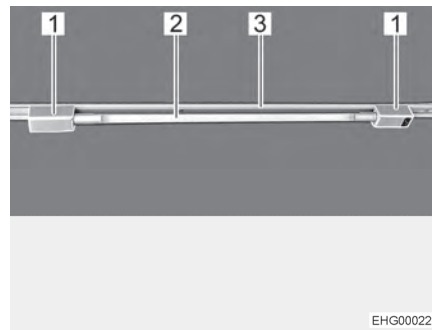

Bild 35 Lysrör
- Sätt in båda hållarna (Bild 35,1) i skenan (Bild 35,3). Vrid hållaren med 90°.
- Sätt in ljuskällan (Bild 35,2) i en av hållarna.
- Vrid på ljuskällan (Bild 35,2) tills önskad ljusstyrka har uppnåtts.